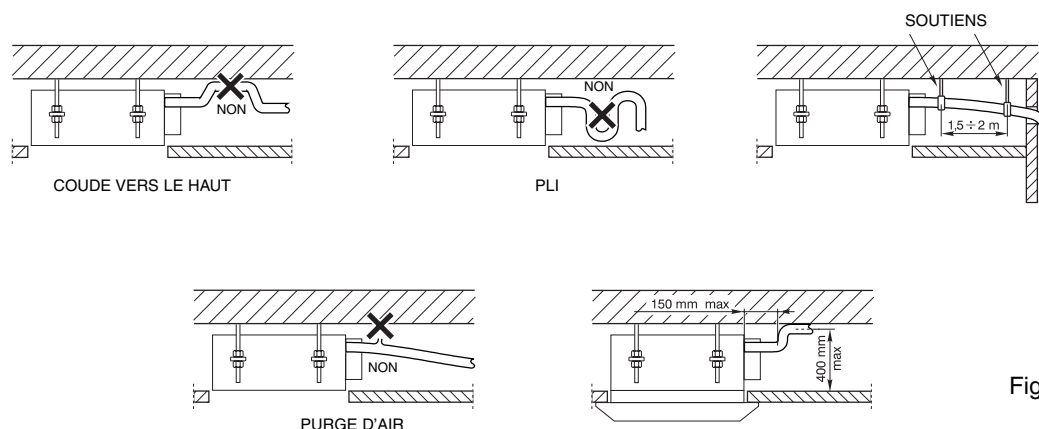

Fig. 9
► INSTALLATION DU TUYAU D'ÉVACUATION DE LA CONDENSATION (fig. 9)